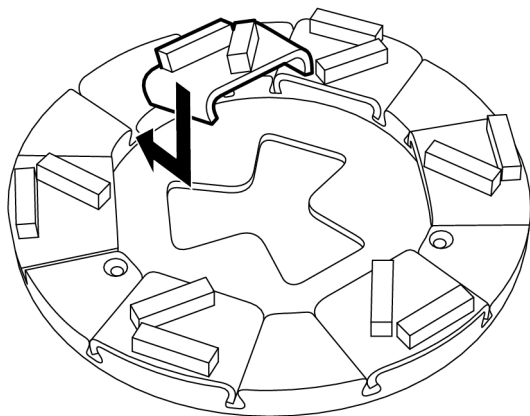

Рисунок 4-9. Установка головок
1. Сместите шлифовальную головку по диагонали сверху вниз в соответствующий направляющий паз в держателе, см. Рисунок 4-9, стр. 20. Затем полностью втолкните головку в паз.
2. Сместите шлифовальную головку по диагонали сверху вниз в соответствующий направляющий паз в держателе, см. Рисунок 4-9, стр. 20. Затем полностью втолкните головку в паз.